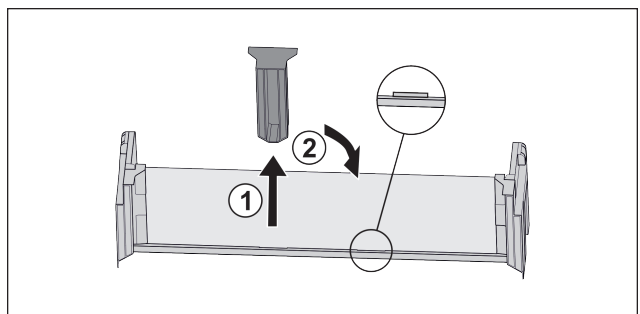

Fig. 124
- ▶ Изтеглете средната задържаща част Fig. 124 (1).
- ▶ Вкарайте средната задържаща част на втората позиция Fig. 124 (2).